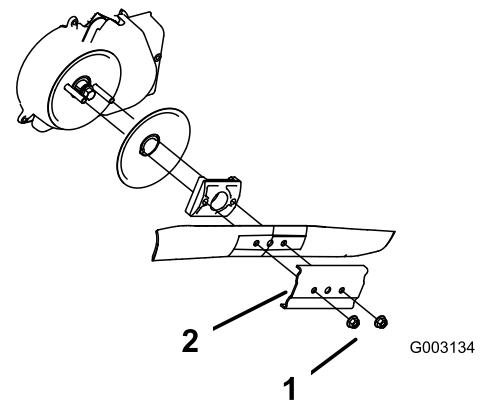

Figure 44
3. Retirez les 2 écrous de la lame et le renfort (Figure 44).
1. Écrous de lame (2)
4. Déposez la lame (Figure 44).
5. Posez la nouvelle lame (Figure 44).